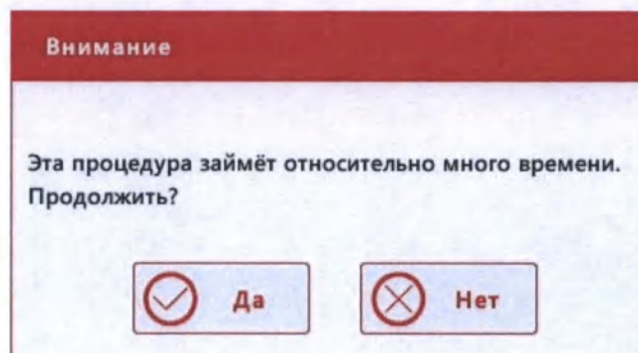

Рис.10.5-4 Предупреждение о длительности процедуры обслуживания
- 1) Нажмите кнопку «Замачивание камер счёта», появится следующее диалоговое окно (Рис.10.5-4).